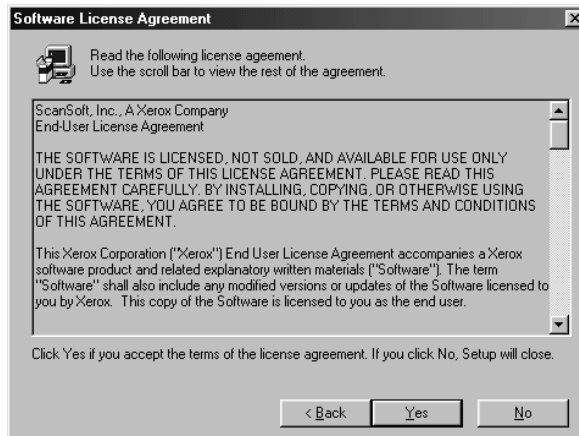

Figura 28: il contratto di licenza
2. Fare clic su 'Avanti' (Next). Apparirà una finestra come quella riportata in Figura 28.